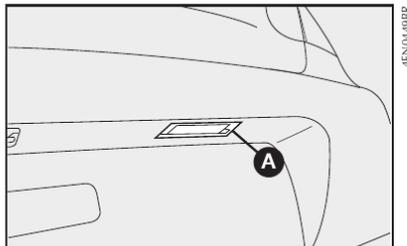

fig. 34
## Siena - figs. 34 e 35
1) retirar a tampa acrílica forçando-a com uma chave de fenda nos pontos indicados pela letra **A-fig. 34**;